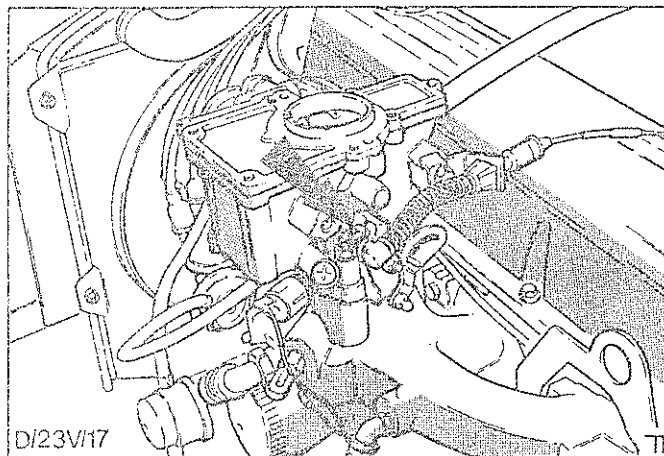

Abb.36 Leerlaufdrehzahl-Einstellschraube
6. Mit der Leerlaufdrehzahl-Einstellschraube die vorgeschriebene Drehzahl einstellen, Abb.36 (siehe Technische Daten).